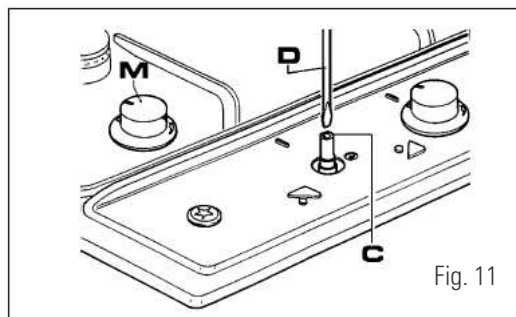

Fig. 11
- Otez le bouton "M" (fig. 11) du robinet fixé par une simple pression sur la tige de ce dernier.
- Introduisez un petit tournevis "D" dans le trou "C" (fig. 11) et tournez vers la droite ou vers la gauche la vis de réglage jusqu'à ce que la flamme du brûleur soit correctement réglée au "Minimum".